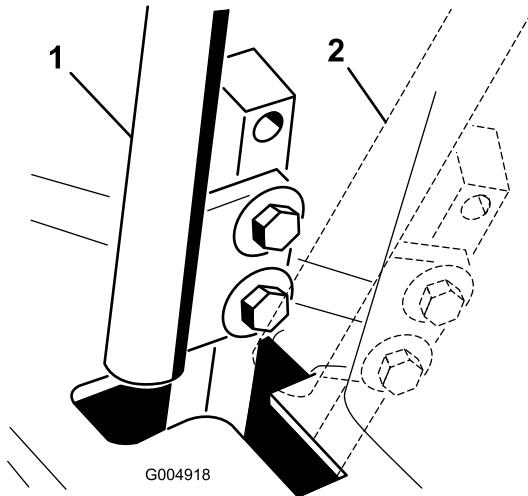

Figure 63
4. Placez un des leviers au point mort, **sans le verrouiller** (Figure 63).
- Vérifiez la position du levier par rapport au cran de la console (Figure 63). Il doit être centré de façon à pouvoir pivoter vers l'extérieur jusqu'à la position de verrouillage du point mort.